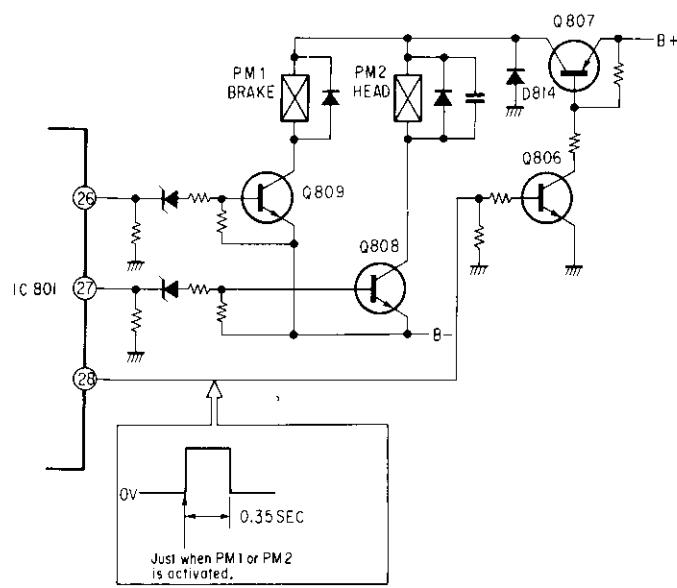

Fig. 8
2. Magnetenansteuerschaltung (Siehe Abb. 8)
2. Solenoid Drive Circuit (See Fig. 8)